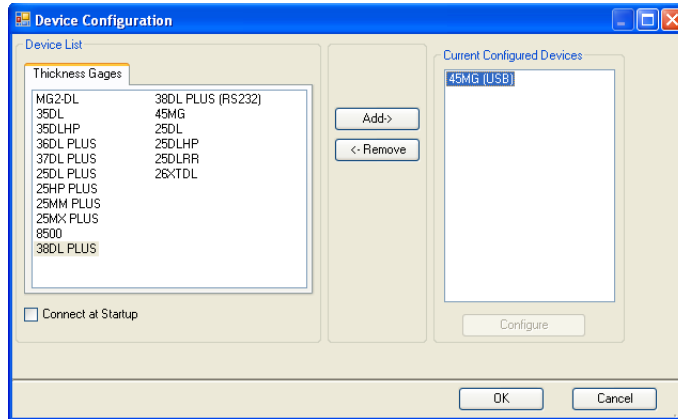

Рис. 11-4 Окно Device Configuration (Конфигурация устройства)
- b) В окне **Device Configuration** (см. Рис. 11-4 на стр. 204):
- (1) В списке **Device List** (Список устройств) выберите 45MG и щелкните **Add** (Добавить).